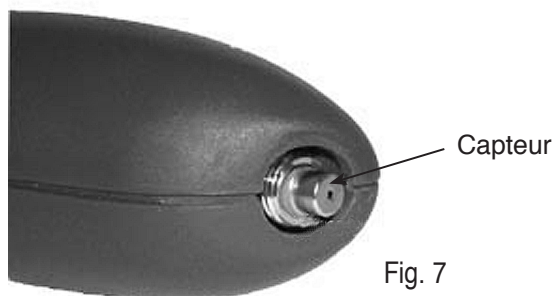

Fig. 7
1. Retirez la sonde flexible en la saisissant fermement et en la tournant dans le sens inverse des aiguilles d'une montre. Cela permet d'exposer le capteur à l'extrémité de l'unité (voir Fig. 7). Vérifiez que le capteur est installé.
**ATTENTION : pour éviter toute blessure corporelle, mettez l'unité hors tension et laissez-la refroidir pendant au moins cinq (5) minutes avant de retirer le capteur. Le capteur est chauffé à des températures internes élevées pendant le fonctionnement et le carter du capteur chauffe.**